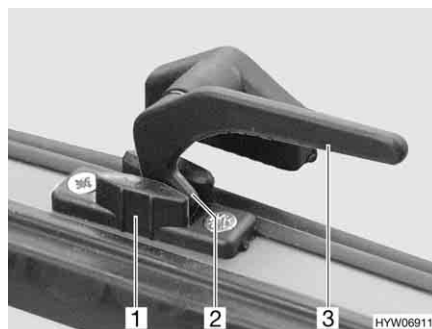

Bild 72 Verriegelungshebel in Stellung "Dauerbelüftung"
- in Stellung "Dauerbelüftung" (Bild 72)
- Den Verriegelungshebel (Bild 72,3) eine viertel Umdrehung zur Fenstermitte hin drehen.
- Den Verriegelungshebel wieder zurückdrehen. Die Verriegelungsnase (Bild 72,2) dabei in die Aussparung der Fensterverriegelung (Bild 72,1) einfahren.